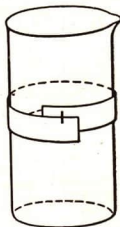

Abb. 19/1. Messen des Umfanges eines Becherglases mittels eines Papierstreifens
10. Miß mit einem Papierstreifen den Umfang eines Becherglases, indem du auf den übereinandergreifenden Enden zwei sich deckende Striche ziehst! Nach dem Aufrollen des Streifens gibt der Abstand der Striche den Umfang an (Abb. 19/1).